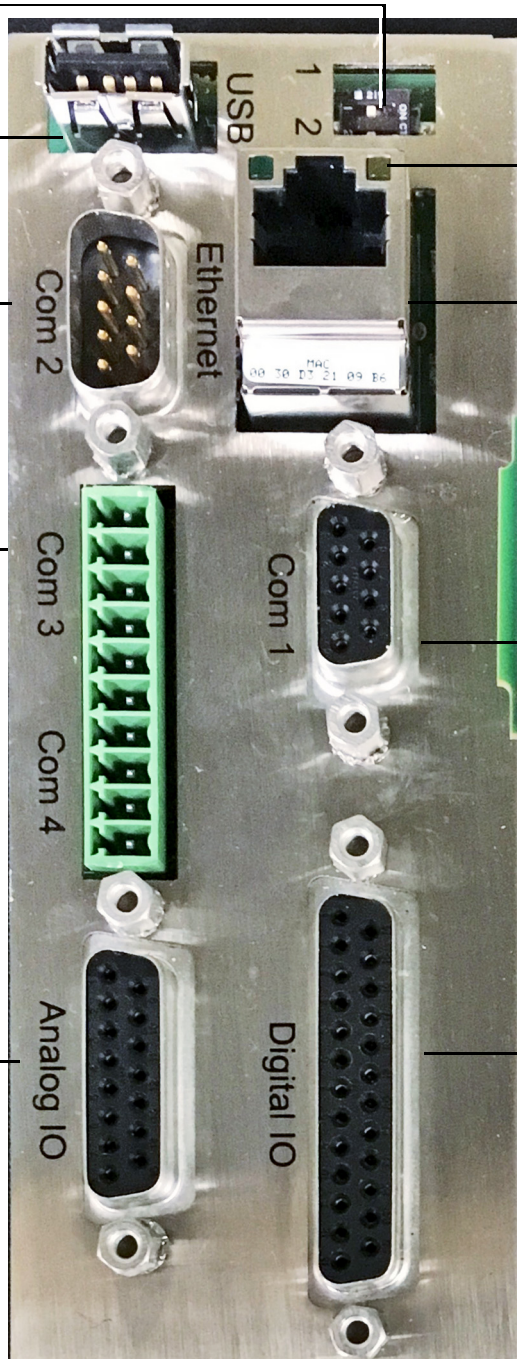

Figura 73 Conectores de dispositivos externos (se muestra la placa principal G3581-65000)
- 2 En la parte delantera del instrumento están visibles los conectores de los dispositivos externos (**Figura 73**).